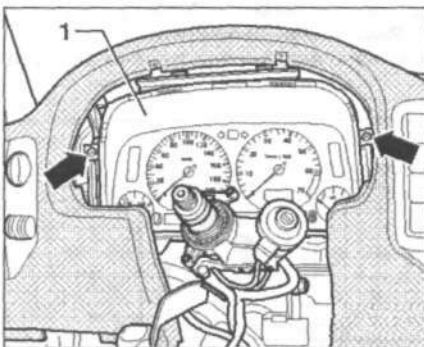

Рис. 13.40. Выкрутите винты (стрелки) и извлеките щиток приборов.
8. Выкрутите винты (стрелки) и извлеките щиток приборов (рис. 13.40). Отсоедините разъем проводки.